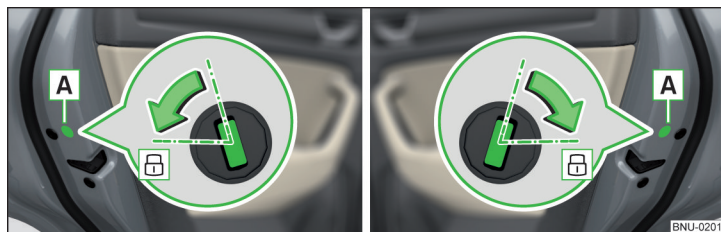

Abb. 252 Tür links/Tür rechts
- › Bei Fahrzeugen mit der Blende **A** diese Blende entfernen » **Abb. 252**.